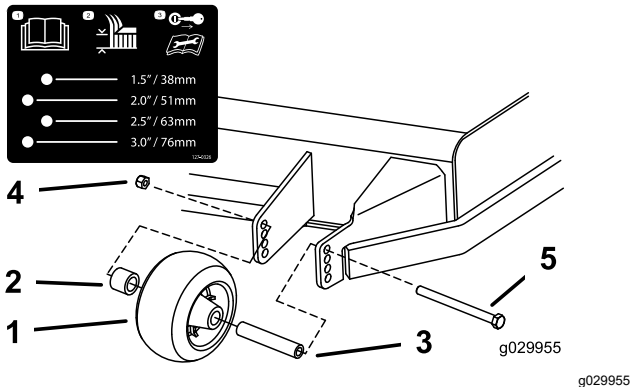

Bild 37
3. Stellen Sie die Antiskalpierrollen ein, wie in Bild 37 abgebildet.